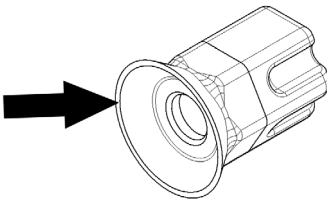

figure 18
**3** Tous les mois: vérifiez que le joint de joint hexagonal n'est pas usé. Si c'est le cas, remplacez le joint lui-même par une pièce de rechange d'origine du fabricant (voir figure 18).